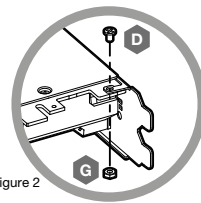

Figure 2
4. Некоторые видеокарты, в частности модели NVIDIA® GEFORCE®, также требуют закрепления кронштейна ввода-вывода к плате после установки кулера, купленного позже. Закрепите этот кронштейн, используя прилагаемый винт M2.5 x 5 и гайку M2.5 (показаны на рис. 2).
5. Some graphics cards, notably NVIDIA® GEFORCE® models, also require you to fasten the I/O bracket to the circuit board after the installation of aftermarket cooler. Secure this bracket by using the enclosed M2.5 x 5 screw and a M2.5 nut. (Shown on Figure 2).
5. Certaines cartes graphiques, notamment les modèles NVIDIA® GEFORCE®, nécessitent également que vous fixiez le support I/O au circuit imprimé après l'installation d'un refroidisseur de remplacement. Fixez ce support en utilisant la vis M2.5 x 5 fournie et un écrou M2.5. (indiqué sur la Figure 2).